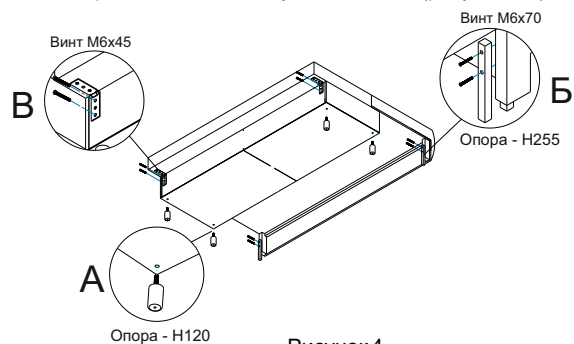

Рисунок 4
- 3) вернуть опору Н120 (рисунок 4 А);
- 4) с помощью винтов 6х70 прикрутить опору Н255 (рисунок 4 Б);
- 5) с помощью винтов 6х45 присоединить спинку к основанию (рисунок 4 В);